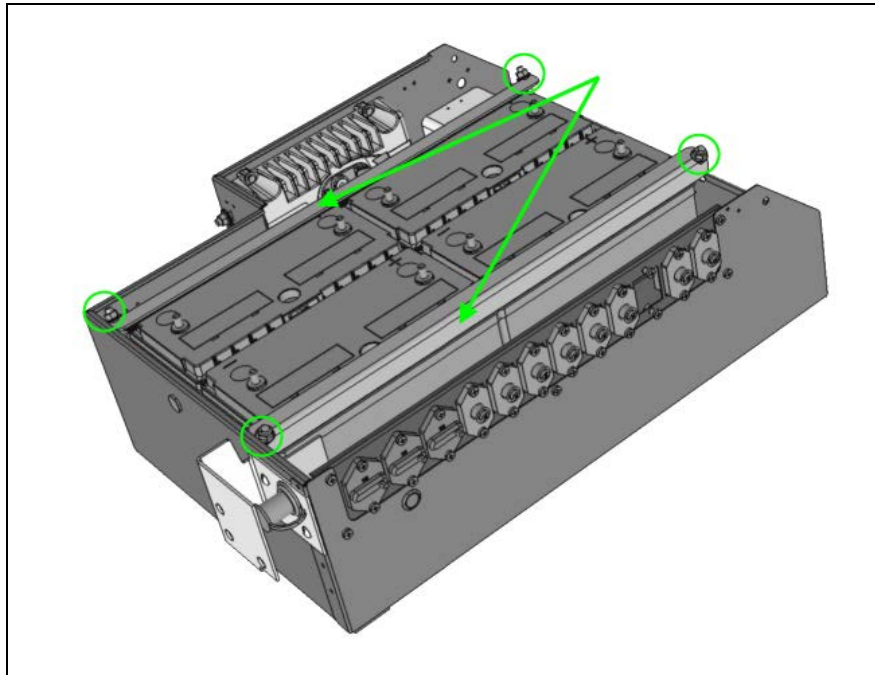

Fig.2 Barres de fixations et écrous.
3. Retirer les deux (2) barres de fixation qui fixent les batteries à la boîte (4 écrous Fig.2).